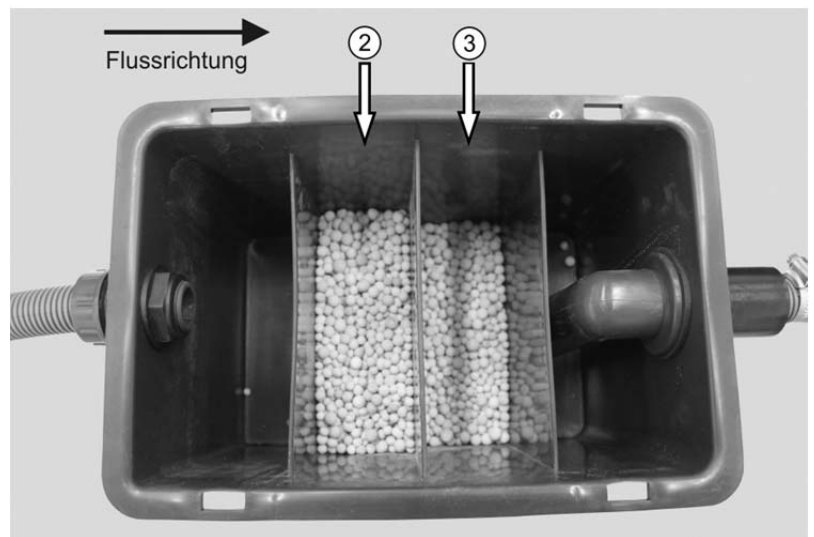

Abb. 58: Kammern ② und ③ gleichmäßig mit Neutralisationsgranulat befüllen.
**Eine Überprüfung der Neutralisationsbox muss ¼-jährlich vom Anlagenbetreiber oder Wartungsdienst durchgeführt werden. Ist kein Granulat zur Neutralisation des Kondensats vorhanden, muss es nachgefüllt werden (s. Abb. 58, Seite 89).**
Den Deckel öffnen und das Neutralisationsmittel in Kammer ② und ③ (s. Abb. 58) gleichmäßig nachfüllen. Bei regelmäßiger Nachfüllung ist das Neutralisationsergebnis umso gleichmäßiger.